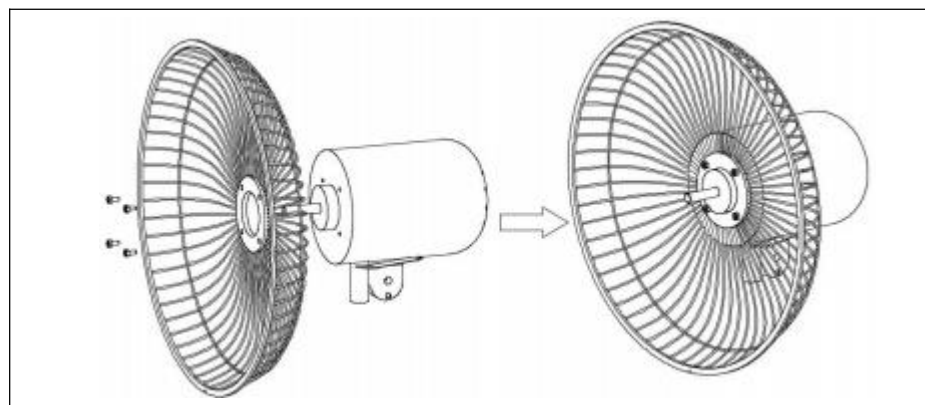

Fig.5 .
- 1) Retirez les vis de la grille de la tête du moteur. Fixez ensuite la grille arrière (13) sur la tête du moteur à l'aide de la vis de la grille arrière (15), comme indiqué sur le schéma (Fig. 5).